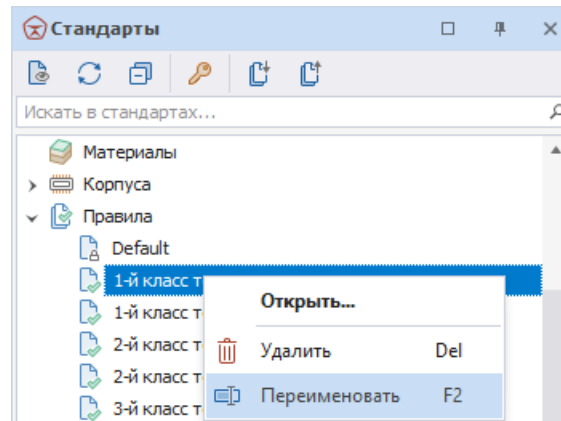

Рис. 98 Переименование шаблона правил
2. Вызовите контекстное меню и выберите пункт «Переименовать», Рис. 98. Для данного действия также задана горячая клавиша F2.